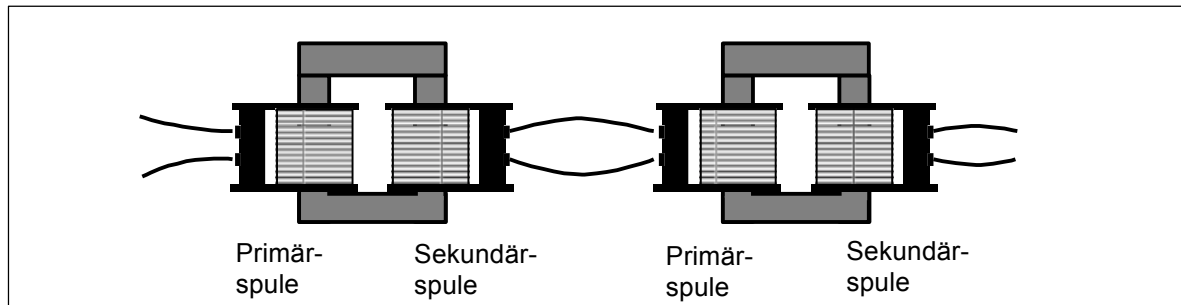

Abb. 4
8. Sofern sie weitere spulen und U-kerne haben lassen sich auch Transformatoren in Serie schalten (siehe Abb. 4). Messen Sie die Ein- und Ausgangsspannungen sowie die Ströme an verschiedenen Stellen in der Schaltung. Dokumentieren Sie die Ergebnisse und diskutieren über die Ergebnisse, basierend auf den unterschiedlichen Messungen.